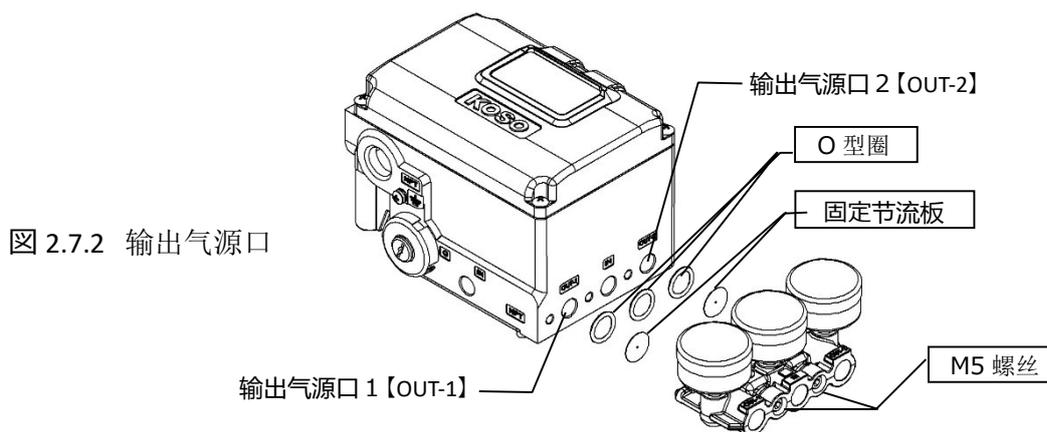

图 2.7.2 输出气源口
3. 先将固定节流板放入输出气压口（参照图 2.7.2），然后放入 O 形圈。